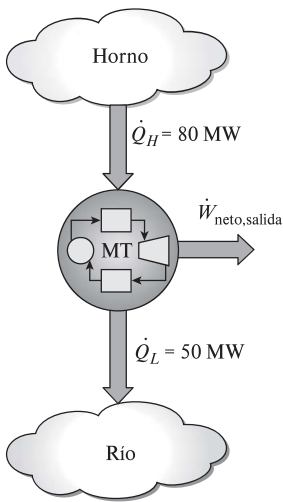

FIGURA 6-16
**Análisis** En la figura 6-16 se ofrece un esquema de la máquina térmica. El horno sirve como un depósito de alta temperatura para la máquina y el río como un depósito de temperatura baja. Las cantidades dadas se pueden expresar como